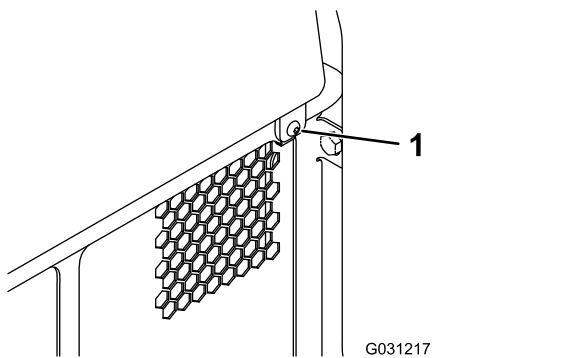

Рисунок 36
1. Снимите фиксатор (Рисунок 36).
2. Чтобы получить доступ к внутренним компонентам, поднимите заднюю крышку доступа (Рисунок 36).